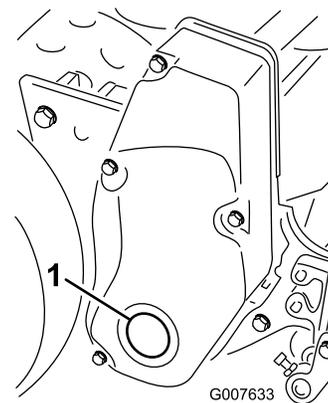

Bild 50
1. Nehmen Sie die Schraube in der rechten Spindeltriebsabdeckung ab (Bild 50).